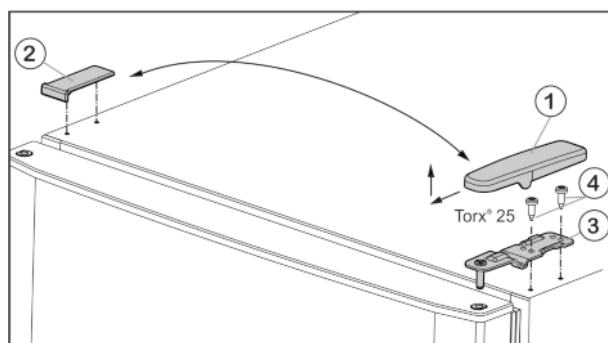
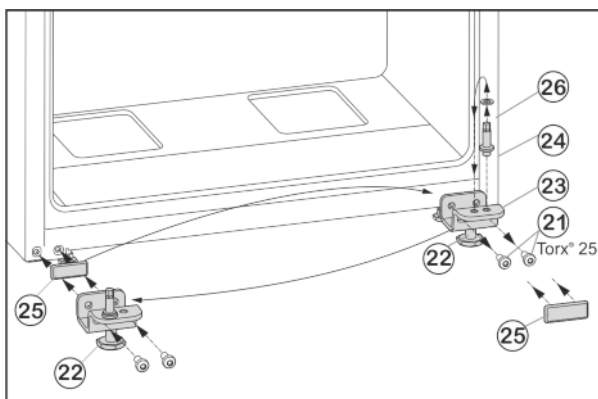

Fig. 5
Fig. 7
- ▶ Потяните крышку Fig. 5 (1) вперед и вверх.
- ▶ Снимите крышку Fig. 5 (2).
- ▶ Открутите верхний опорный кронштейн *Fig. 5 (3)* (2 шт. Torx® 25) *Fig. 5 (4)* и вытяните вверх.
- ▶ Открутите крепежные винты *Fig. 7 (21)*.
- ▶ Снимите нижний опорный кронштейн *Fig. 7 (23)* вместе с опорным пальцем *Fig. 7 (24)*, шайбой *Fig. 7 (26)* и регулируемой опорой *Fig. 7 (22)*.
- ▶ Открутите опорный палец *Fig. 7 (24)* вместе с шайбой *Fig. 7 (26)* и, переставив в отверстие на противоположной стороне опорного кронштейна, снова прикрутите.
- ▶ Аккуратно снимите защитную пластину *Fig. 7 (25)* и переставьте ее на противоположную сторону.
- ▶ Прикрутите нижний опорный кронштейн *Fig. 7 (23)* вместе с опорным пальцем *Fig. 7 (24)*, шайбой *Fig. 7 (26)* и регулируемой опорой *Fig. 7 (22)* с другой стороны шарнира (с моментом 4 Нм), при необходимости используйте аккумуляторный шурупверт.
- ▶ Установите нижнюю дверцу сверху на опорный палец *Fig. 7 (24)*.
- ▶ Вставьте средний опорный кронштейн (13) с поворотом на 180° в нижнюю дверцу и прикрутите с помощью крепежных винтов (11) (2 шт. Torx® 25) на новую сторону шарнира (с моментом 4 Нм).
- ▶ Снова установите пластиковую шайбу (10).
- ▶ Установите верхнюю дверцу на средний опорный кронштейн (13).
- ▶ Установите верхний опорный кронштейн *Fig. 5 (3)* на новой стороне шарнира и защелкните в дверце.
- ▶ Привинтите верхний опорный кронштейн (с моментом 4 Нм) (2 шт. Torx® 25) *Fig. 5 (4)*. При необходимости используйте аккумуляторный шурупверт.
- ▶ Наденьте и защелкните крышку *Fig. 5 (1)* на противоположной стороне снаружи.
- ▶ Также наденьте сверху и защелкните крышку *Fig. 5 (2)* на противоположной стороне.
- ▶ Выверните регулируемую опору *Fig. 7 (22)* на нижнем опорном кронштейне *Fig. 7 (23)* до ее соприкосновения с полом.